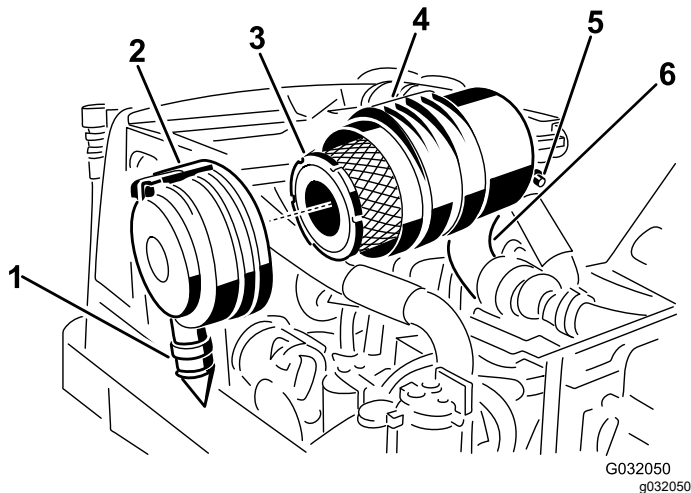

Bild 48
2. Entfernen Sie den Hauptfilter (Bild 48).
zwischen 17.00 Uhr und 19.00 Uhr (vom Ende her gesehen), und arretieren Sie den Riegel. Bild 48
3. Wechseln Sie den Hauptfilter aus (Bild 48).